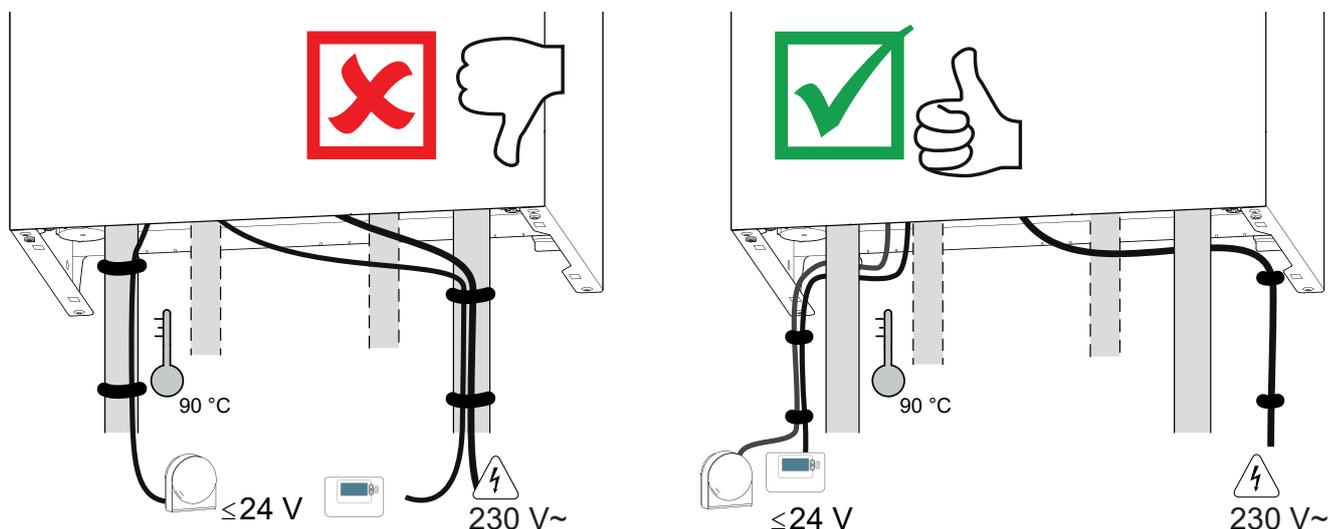
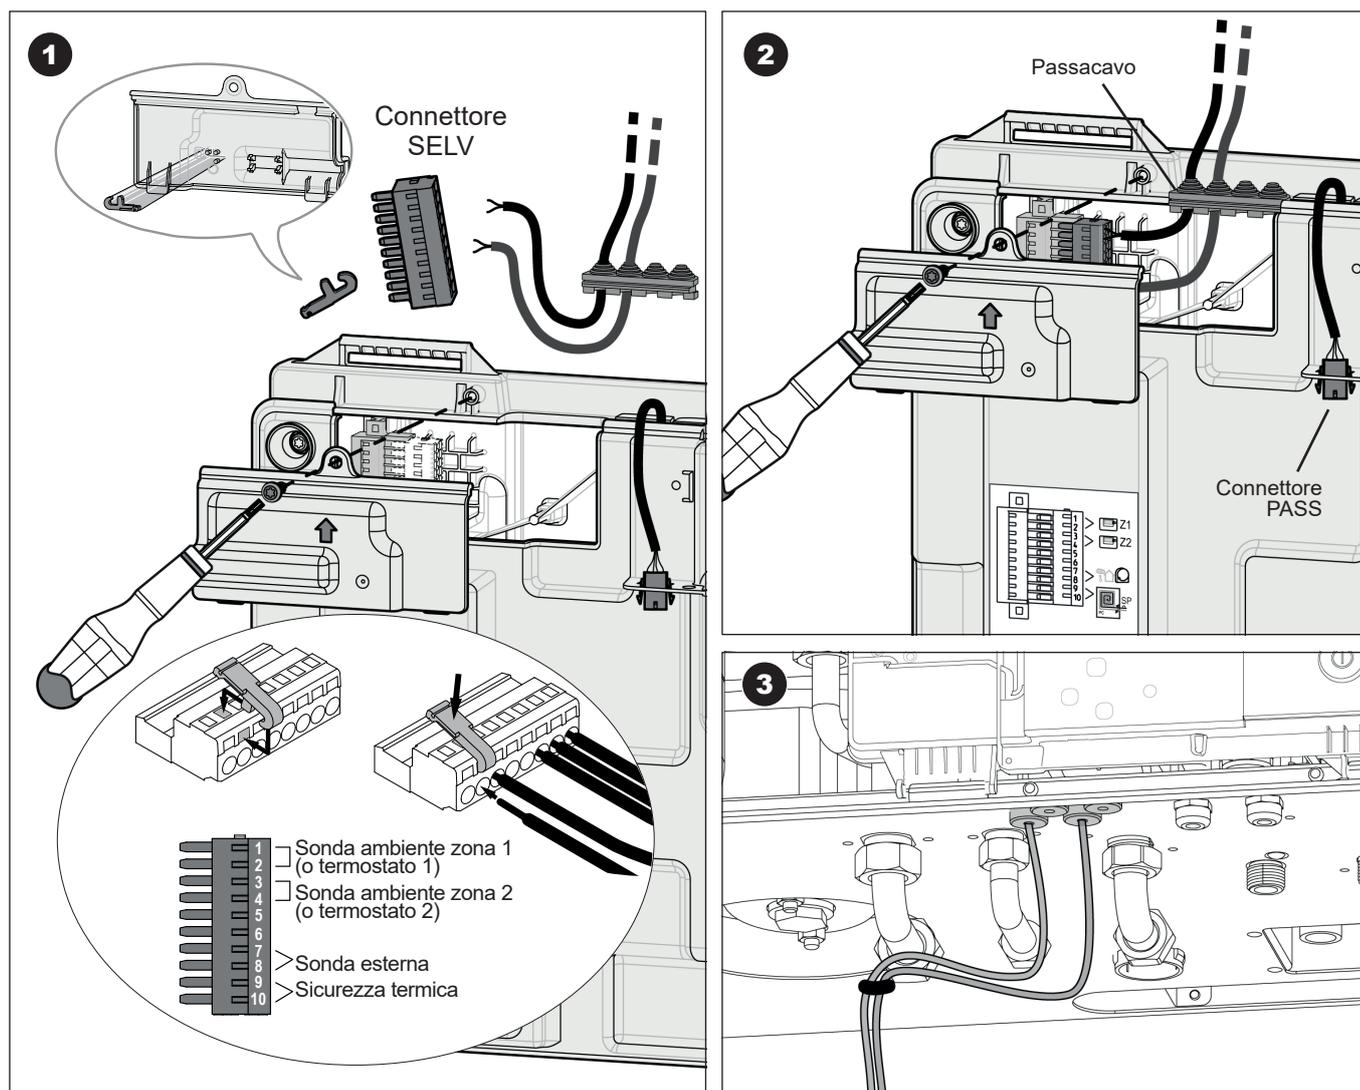

fig. 20 - Posizionamento dei cavi
fig. 23 - Accesso morsettiere SELV
- Effettuare i collegamenti come indicato nello schema (*fig. 20 e fig. 23*).